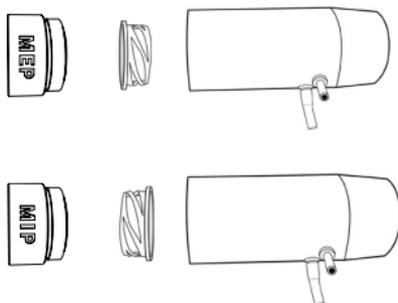

Abbildung 5: Ausrichtung des Rückschlagventils
- Prüfen Sie, ob das Rückschlagventil in der richtigen Ausrichtung am MIP- und MEP-Messkopf angebracht ist (siehe Abbildung 5). Testen Sie den Messkopf gemäß den Anweisungen in Abschnitt 7.2.